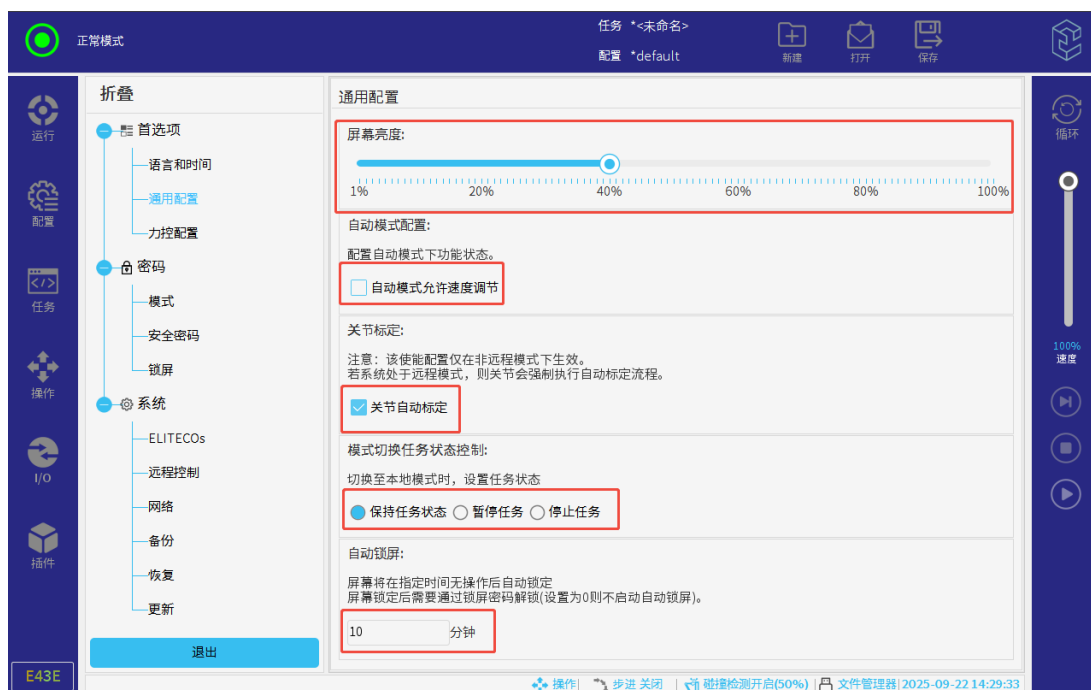

图 3-14: 通用配置
用户可在通用配置界面（见图 3-14）进行以下五方面的设置：
1. **调整屏幕亮度:** 滑动图 3-14 中的比例轴，可调整屏幕亮度。
2. **自动模式配置:** 勾选图 3-14 中的按钮，当系统处于自动模式下，可调节任务运行速度。
3. **关节标定:** 勾选图 3-14 中的按钮，可进行关节自动标定。
4. **控制模式切换:** 勾选图 3-14 中按钮，当切换模式时，系统将自动暂停任务的运行。